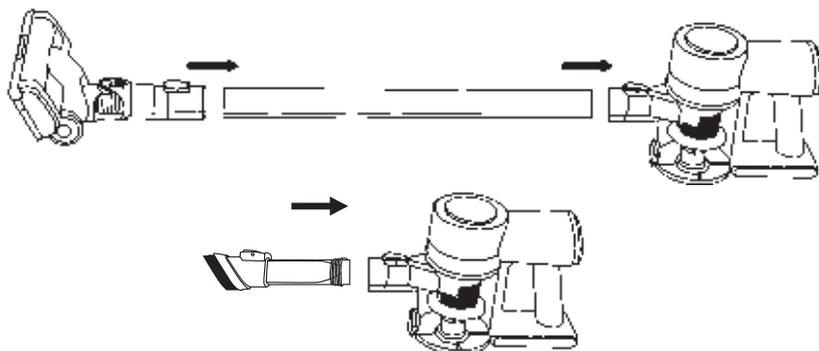

Figure 1
4. Insérer l'autre extrémité du tube dans la tête de la brosse à plancher. Figure 1